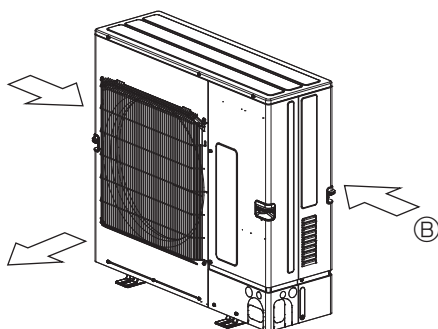

Fig. 2-6
- ③ Poziționați unitatea astfel încât gura de evacuare a aerului să sufle perpendicular pe direcția din care bat vânturile sezoniere, dacă este posibil. (Fig. 2-6)